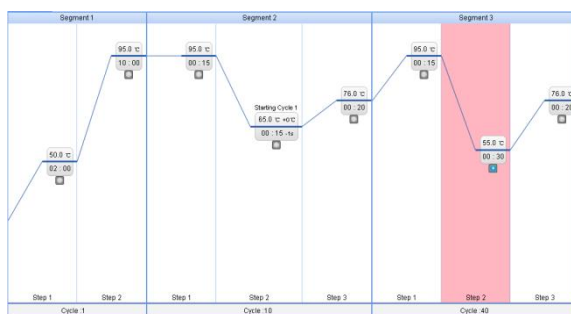

Fig 5-10
- ▶ Selectați Segmentul 3 - Pasul 1 și faceți clic **Introduceți pasul** în meniul. În pasul 2 nou adăugat, introduceți valoarea temperaturii „55” și valoarea timpului „00:30”. Faceți clic pentru a schimba culoarea în albastru. Valoarea temperaturii de intrare „76” și valoarea timpului „00:20” la Pasul 3. În cele din urmă, ecranul programului termic este afișat mai jos (Fig 5-10).